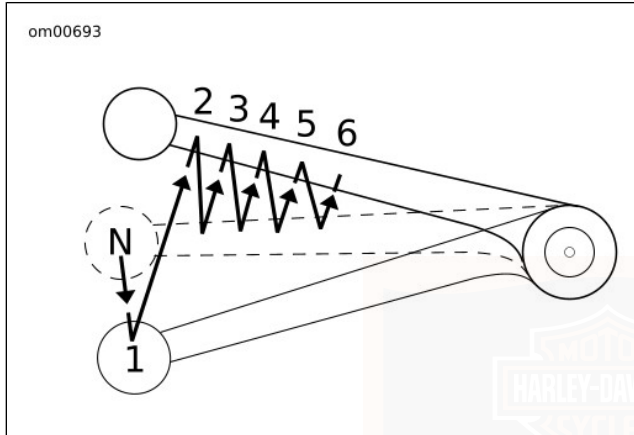

Abbildung 28. Aufwärtsschalten: Sechsgangmodell
3. Siehe Abbildung 28. Den Gangschalthebel bis zum Anschlag nach oben ziehen und loslassen.